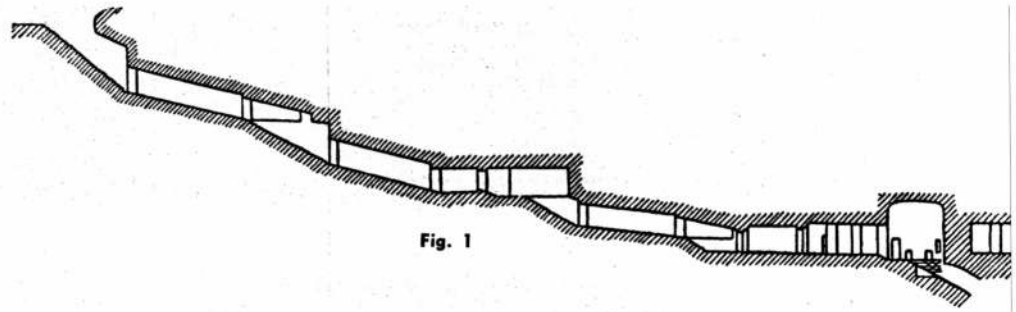
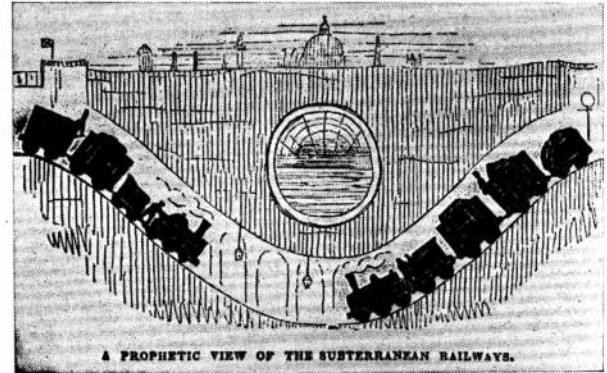

Fig. 1
Fig. 2
Fig. 1. — Perspectiva mostrando las diversas actividades en los espacios del edificio. En el primer nivel inferior se encuentra: sala de máquinas, talleres, depósitos, teatro, gimnasio, piscina para niños y vestuarios. En el segundo nivel se ubicaron la piscina de natación, el vestuario, el restaurante y espacios para juegos diversos. El tercer nivel se lo destinó para juegos, nurseries, reuniones familiares, laboratorios y oficinas. La terraza se dedicó como aérea para solarium y descanso al aire libre.
**Construcciones Subterráneas.** — La fig. 1 muestra un corte tomado por Benoit, de la tumba de Seti I, en Tebas, construída entre los años 1350-1205 antes de la era cristiana. Constituye uno de los primeros ejemplos de construcciones subterráneas. En Inglaterra las construcciones subterráneas comienzan con la explotación de las minas de carbón, en todo el país. En el siglo XIX, cuando recién se concretaban las primeras obras ferroviarias con la construcción de las locomotoras con caldera a presión, se vislumbró la posibilidad del transporte subterráneo (fig. 2). A los fines del mismo siglo, la "profética visión" de túneles para el transporte de pasajeros, se concreta con la construcción del subterráneo de Londres, y las elaboradas conexiones enra sus varias líneas.